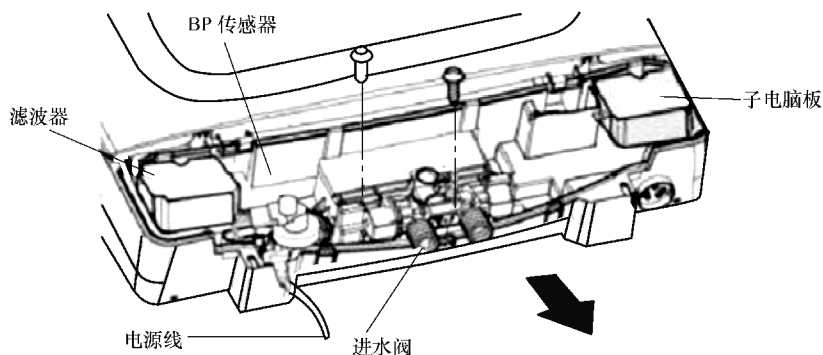

图 3-25 拆卸电脑板电源线的方法
- 2) 用十字螺钉旋具卸掉滤波器的一颗固定螺钉,把两个接插件拔掉后拆除电源线,如图 3-25 所示。